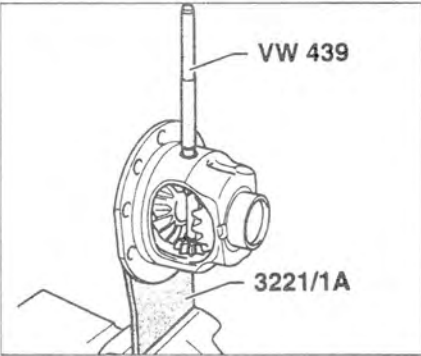

Рис. 5.115. Извлеките вал сателлитов.
6. Извлеките вал сателлитов (рис. 5.115).